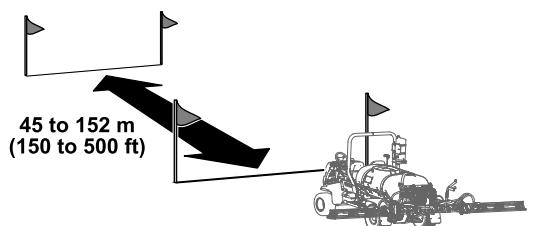
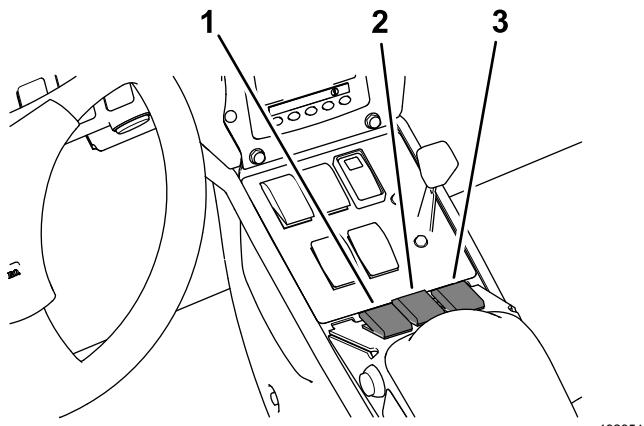

Bild 63
Bild 66
5. Markieren Sie eine Startlinie auf einem Testbereich der Grünfläche (Bild 63).
7. Markieren Sie eine Finishlinie auf einem Testbereich der Grünfläche (Bild 63).
3. Drücken Sie die Taste 2 auf dem InfoCenter und fahren Sie zur Finishlinie (Bild 66 und Bild 63).